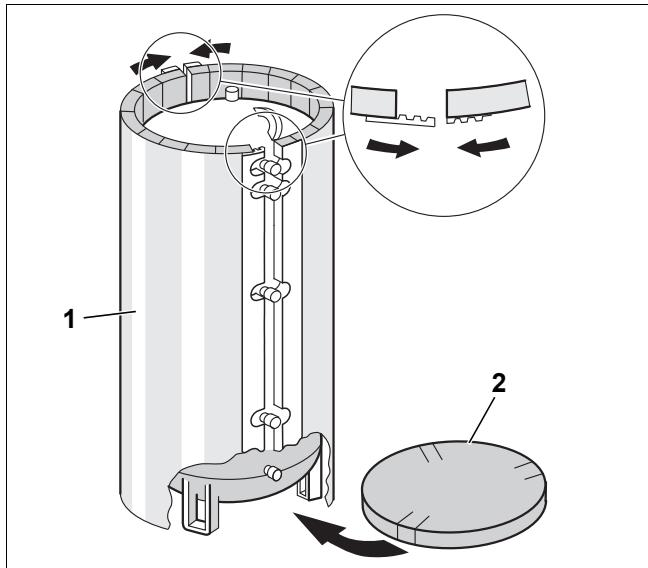

Рис. 9 Монтаж теплоизоляции (схематичное изображение)
- Положите на пол нижний теплоизоляционный круг (рис. 9, [2]) с надрезами для ножек бойлера.
- Уложите теплоизоляционные маты (рис. 9, [1]) на корпус бака так, чтобы отверстия в теплоизоляции совпали со штуцерами бака.
- Сначала соедините теплоизоляцию на задней стороне бака в соответствии с рис. 9.
- Обе зубчатые рейки должны полностью зацепиться (см. выноску на рис. 9).